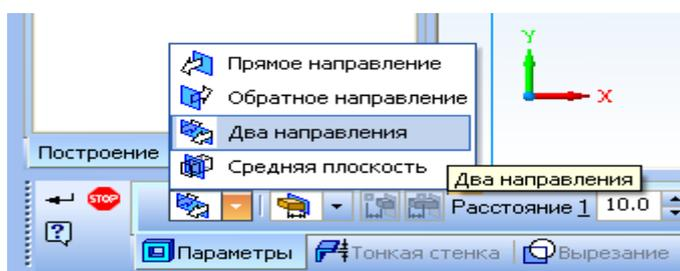

Рис. 19
17. Устанавливаете следующие параметры: **Два направления** (Рис. 19)